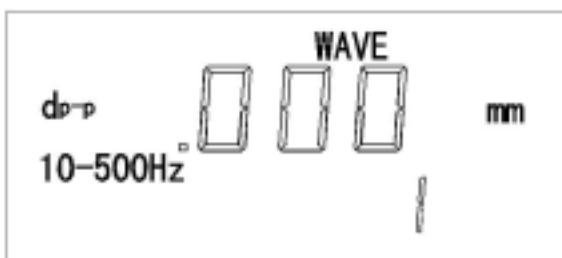

图 3-8
- 5.再一次按 RUN/STOP 键,进入保持(即待机)状态,这时的显示数值为按键前最后一次测量值,此时该结果已存入当前点号所对应的存储单元,大约两秒钟后点号自动加一,屏幕上显示的是加一以后的点号所对应存储单元中的数值,见图 3-8;